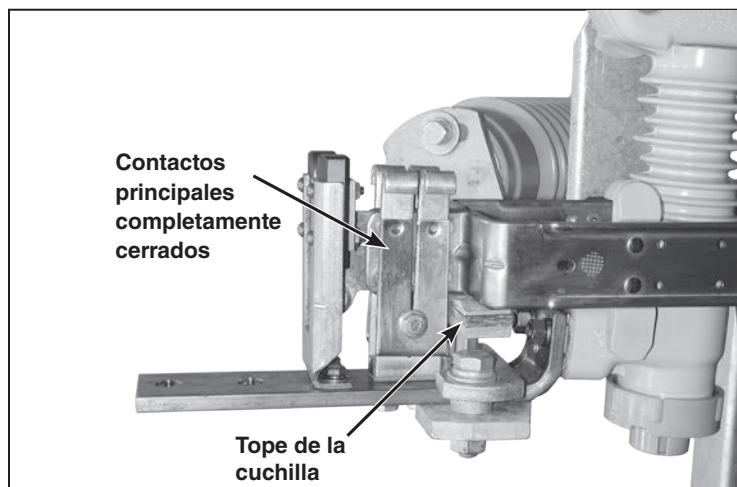

Figura 39. Comprobación de que la cuchilla está completamente cerrada.
- (a) Con la palanca de operación hasta el tope en la dirección de cierre, todos los contactos principales del interruptor están completamente cerrados con las cuchillas contra sus topes. Ver Figura 39.